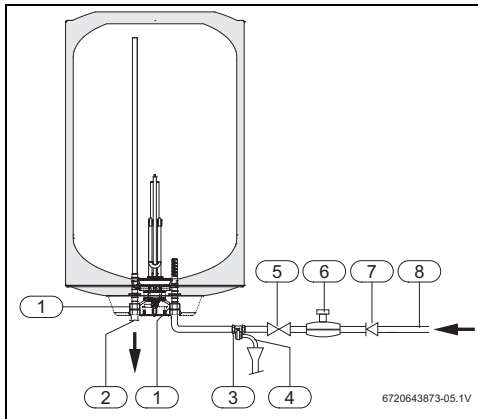

Fig. 8 Conexión del agua
- ▶ Instalar la válvula de seguridad en la entrada de agua del termo eléctrico (Fig. 8).
Si la presión de entrada de agua es superior a 80% de la presión máxima del termo eléctrico (6¹) u 8 bar), respectivamente 4.8 bar y 6.4 bar, instalar una válvula reductora (→ Fig. 8).
Con el objetivo de evitar problemas derivados de las modificaciones bruscas de presión en la alimentación, se aconseja instalar una válvula de retención en la cabecera del termo eléctrico (Fig. 8, [7]).
- ▶ Cerrar la válvula de corte del agua (→ Fig. 8).